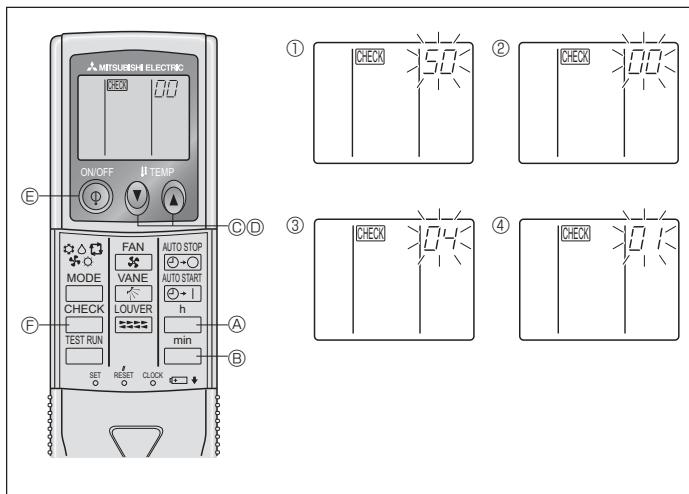

Fig. 6-9
- ⑧ Πιέστε το κουμπί MODE ④ και το τρόπος λειτουργίας καθώς και ο αριθμός ρύθμισης (I) και (II) θα ανέβουν συνεχώς για να μπορούν να επιβεβαιωθούν οι επιλέγοντα ρυθμίσεις.
- ⑨ Πιέστε ταυτόχρονα τα κουμπιά FILTER (Φίλτρο) ④ και TEST RUN (Δοκιμαστική λειτουργία) ⑤ για τουλάχιστον δύο δευτερόλεπτα. Η οθόνη επιλογής λειτουργίας θα εξαφανιστεί προσωρινά και θα εμφανιστεί η οθόνη OFF του κλιματιστικού.
2) Για το τηλεχειριστήριο (Fig. 6-9)